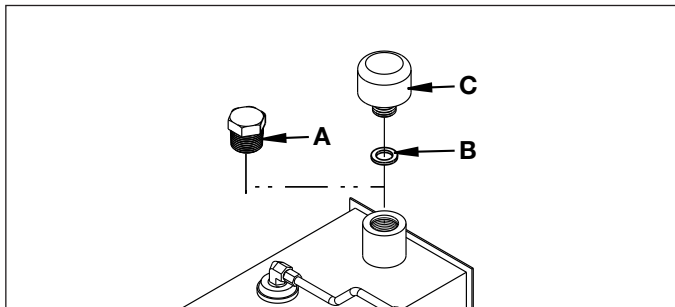

图 3, 填充盖安装
在新泵上, 卸下油箱运输管塞 (A), 并安装粗滤器垫圈 (B) 和填充盖 (C)。参见图 3。